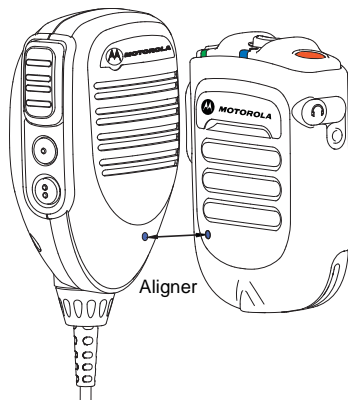

Figure 2.10: Couplage de votre WRSM
- 2 Placez le point bleu (repère de sécurité de couplage) sur le WRSM à environ deux centimètres du point bleu (repère de sécurité de couplage) sur le microphone Mobile Gateway. Reportez-vous à la Figure 2.10.